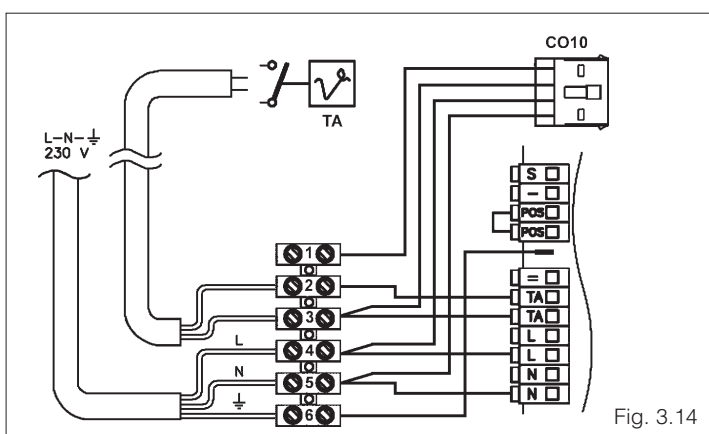

Fig. 3.14
- collegamento del termostato ambiente (TA) (fig. 3.14)
- collegare il programmatore orario innestando il connettore maschio al corrispondente connettore femmina presente all'interno del quadro comandi (CO10) (fig. 3.14 - 3.15).